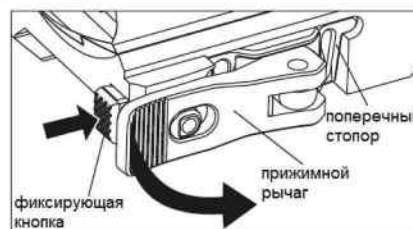

рис. 3-1
2. Благодаря нашей патентованной прижимной системе инструменты для установки прицела на планку не требуются. Нажмите на рифленую фиксирующую кнопку и сдвиньте рычаг, чтобы открыть прижимную пластину. Чтобы установить прицел на планку, нажмите на рычаг, чтобы кнопка автоматически защелкнулась. Установка завершена (рис. 3-1).